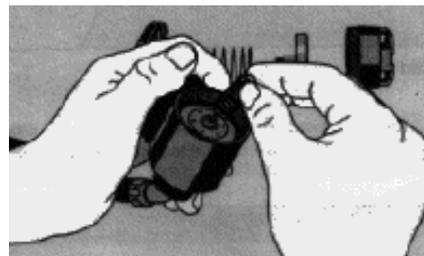

Figura 5
- Colocar a mola de alta pressão sobre a membrana (Figura 5).